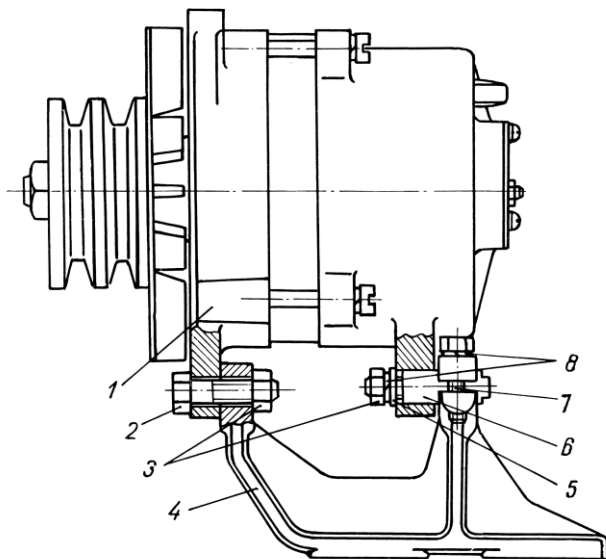

Рис. 77. Крепление генератора на двигателе:
1. Вставить палец 6 (рис. 77) в отверстие задней крышки генератора и закрепить гайкой 3 с шайбами 5 и 8.